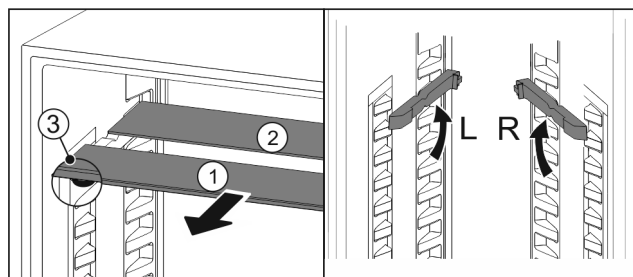

Fig. 62
- Издърпайте Fig. 62 (1) поотделно стъклените плочи напред.
- ▷ Стъклената плоча Fig. 62 (1) с декоративната лайстна е отпред.
- ▷ Ограничителите Fig. 62 (3) сочат надолу.